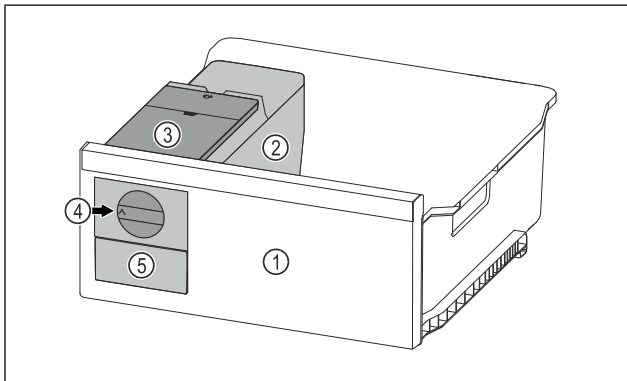

Fig. 150 Voorbeeld
- ▶ Draaiknop Fig. 150 (4) rechtsom tot aan de aanslag draaien.
- ▶ Ijsblokjes vallen uit de ijsblokjeschaal in de ijsblokjeslade Fig. 150 (5).